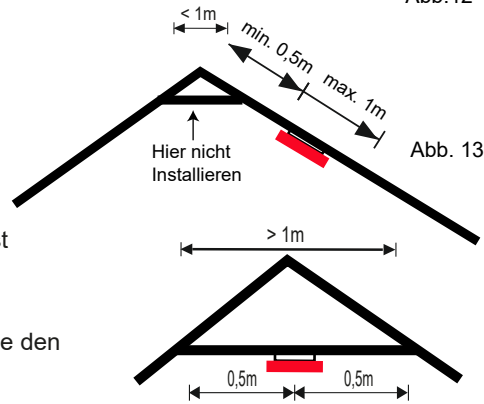

Abb. 13
-Wenn das Dach oder die Zimmerdecke schräg sind, dann muss der Rauchwarnmelder in einem Abstand von mind. 0,5 m und max. 1 m zum Dachfirst montiert werden. (siehe Abb.13 und 13a)